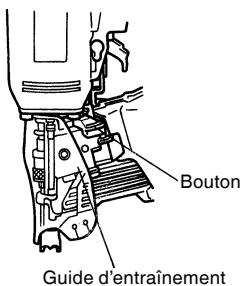

Fig. 21
- (1) Nettoyez de temps en temps la partie mobile du bouton, puis graissez-la avec l'huile recommandée. (voir Fig. 21).